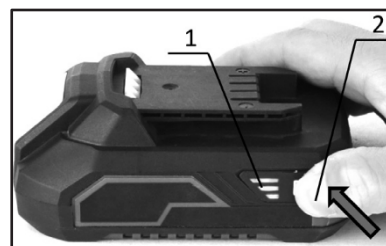

Fig. 2
**Indicazione della capacità residua della batteria (Fig. 2)**
- Premere il pulsante di controllo (2) sulla batteria per indicare la capacità residua della batteria.
- Le spie (1) si spengono dopo circa 5 secondi dal rilascio del pulsante di controllo.